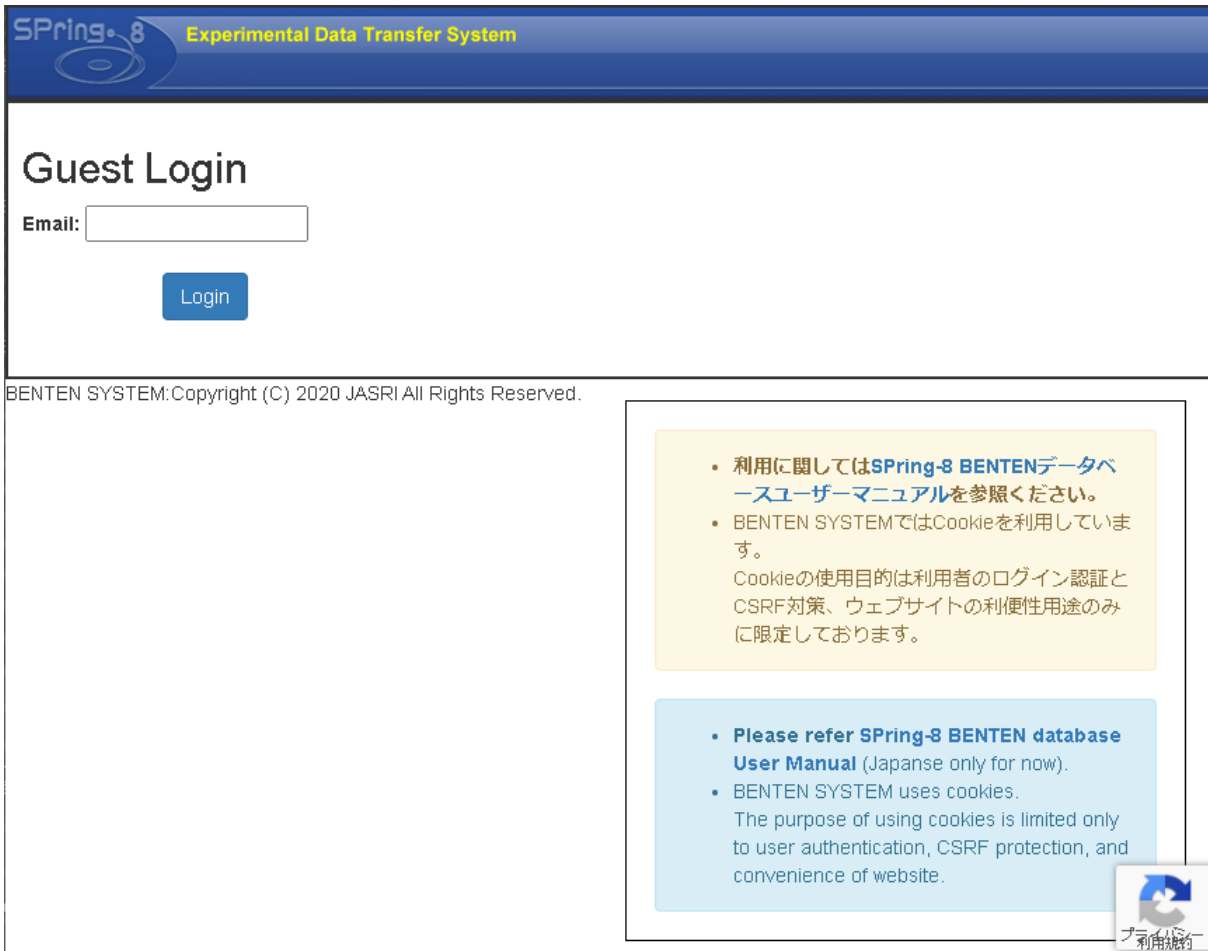

図 2 個人のメールアドレスでのゲストログイン画面
(2) UI サイト(SPring-8/SACLA 電子申請システム(<https://user.spring8.or.jp/>))のアカウントがある場合は、ユーザー名(SPring-8 ID)及びパスワードを入力し、Login ボタンをクリックする。個人のメールアドレスでログインする場合は、Login ボタン下の”Guest login with Email”をクリックする。図 2 のようなゲストログイン画面が表示されるので、メールアドレスを入力し、Login ボタンをクリックする。正常にログインが行われると、メールアドレス認証(2 要素認証)に関する画面(図 3)が表示される。